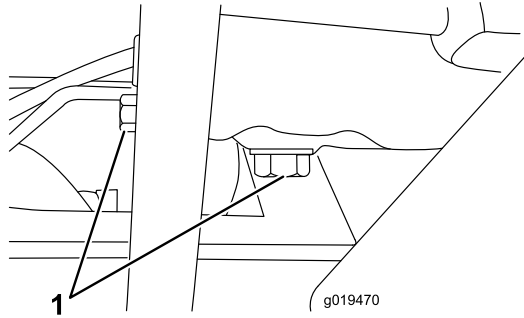

Figure 54
1. Enlevez le bouchon de vidange (Figure 54) et laissez couler l'huile dans un bac de vidange. Remettez le bouchon en place quand toute l'huile s'est écoulée.